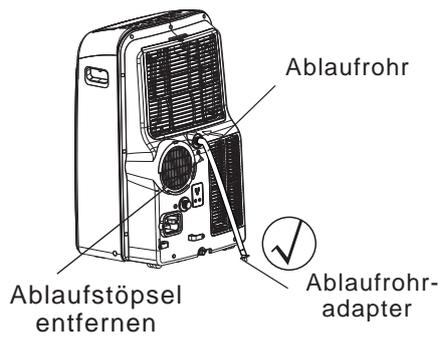
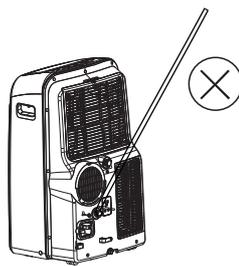

Abb.20a
Abb.21b
- Im Entfeuchtungsmodus entfernen Sie den Kondensatablaufstöpsel an der Rückseite des Geräts. Schließen Sie einen 3/4" Schlauch an den Kondensatablaufadapter (5/8" Anschluss, Innengewinde) an. Bei Modellen ohne Anschlussstück schließen Sie den Ablaufschlauch direkt an die Öffnung an. Legen Sie das offene Ende des Schlauchs direkt über einem Ablauf Ihres Fußbodens (Abb.20a).
**WICHTIG:** Vergewissern Sie, dass der Schlauch keine Lecke hat. Legen Sie ihn über einem Ablauf und vergewissern Sie, dass es keine Falten gibt, die den Wasserstrom verhindern könnten. Legen Sie das Schlauchende über dem Ablauf, indem Sie es vertikal aufstellen (Abb. 20a, 20b, 21a). Das Schlauchende nicht aufheben (Abb. 21b).